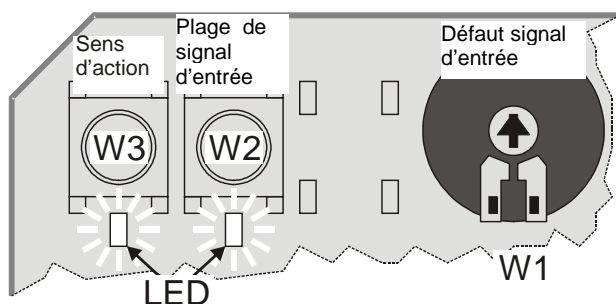

Fig. 1. Boutons-pression et potentiomètre (réglages d'usine)
1) réglage d'usine: peut être inversé en pressant le bouton-pression à gauche (W3) situé sur la platine (voir Fig. 1 ci-dessous).
On pourra changer le sens d'action du servomoteur en pressant le bouton-pression gauche (W3), situé sur la platine (voir Fig. 1). Si la LED correspondante s'allume cela indique que la tige de moteur descend lors d'un signal de régulation de 0(2) Vdc (réglage d'usine); Si la LED est éteinte, la tige de moteur monte lors d'un signal de régulation de 0(2) Vdc.
On pourra changer la plage du signal d'entrée analogique Y en pressant le bouton-pression de droite (W2) de la platine ou circuit imprimé (voir Fig. 1). Si la LED correspondante s'allume, cela signifie que le servomoteur est pré-réglé pour un fonctionnement de 0...10 V (réglage d'usine); si elle est éteinte, le moteur est pré-réglé pour un fonctionnement de 2...10 V.
Au moyen du potentiomètre (W1) de la platine (voir Fig. 1), on pourra ajuster la position du servomoteur entre 0% et 100% pour qu'en cas de défaut du signal d'entrée (par exemple rupture de câble), le moteur aille dans la position pré-configurée. D'usine, le réglage de la tige de moteur est celui de la position médiane (50%).